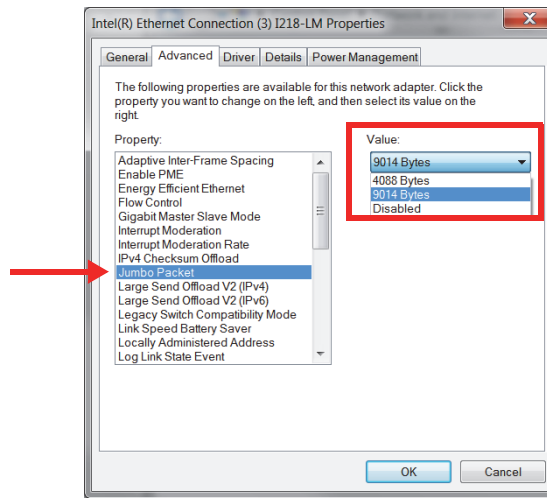

図 1-8 [詳細設定] タブの設定
4. [詳細設定]タブの[プロパティ]リストで、[ジャンボパケット]または[ジャンボフレーム]を選択します（30 ページの図 1-8）。